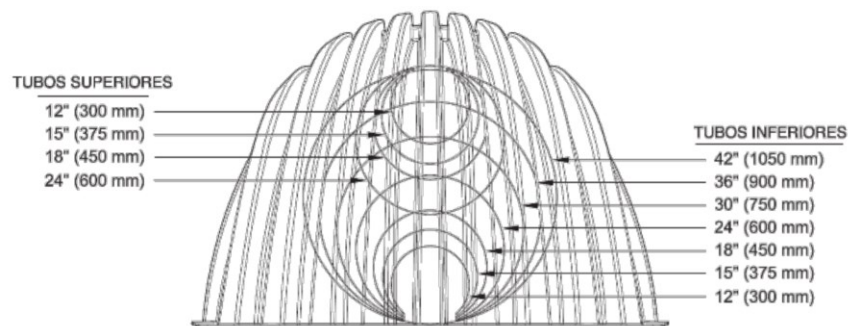

Figura 5. Guías de corte en la tapa MC-4500 para insertar tubos de entrada o salida
- Las tapas tienen guías de corte para conectar en campo tubos de descarga de 300 a 1050 mm (12 a 42 pulg) de diámetro y guías de corte para tubos de 300 a 600 mm (12 a 24 pulg) para vertir agua al interior de las cámaras instaladas, mostradas en la Figura 5. Las tapas perforadas de fábrica incluyen una placa soldada en la parte superior del corte.